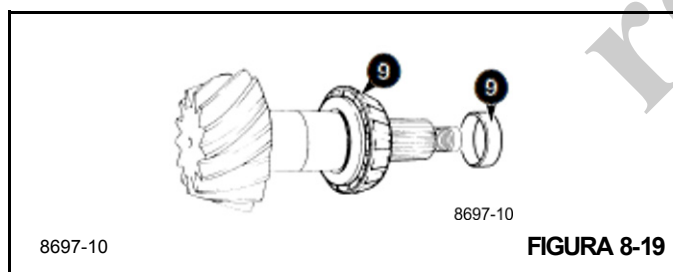

FIGURA 8-19
- Instale o novo cone do rolamento interno no pinhão e o maior espaçador maciço EG disponível (14,20 mm) (Figura 8-19) no kit de ajuste de espaçadores maciços; consulte *Ferramentas especiais* na página 8-3.